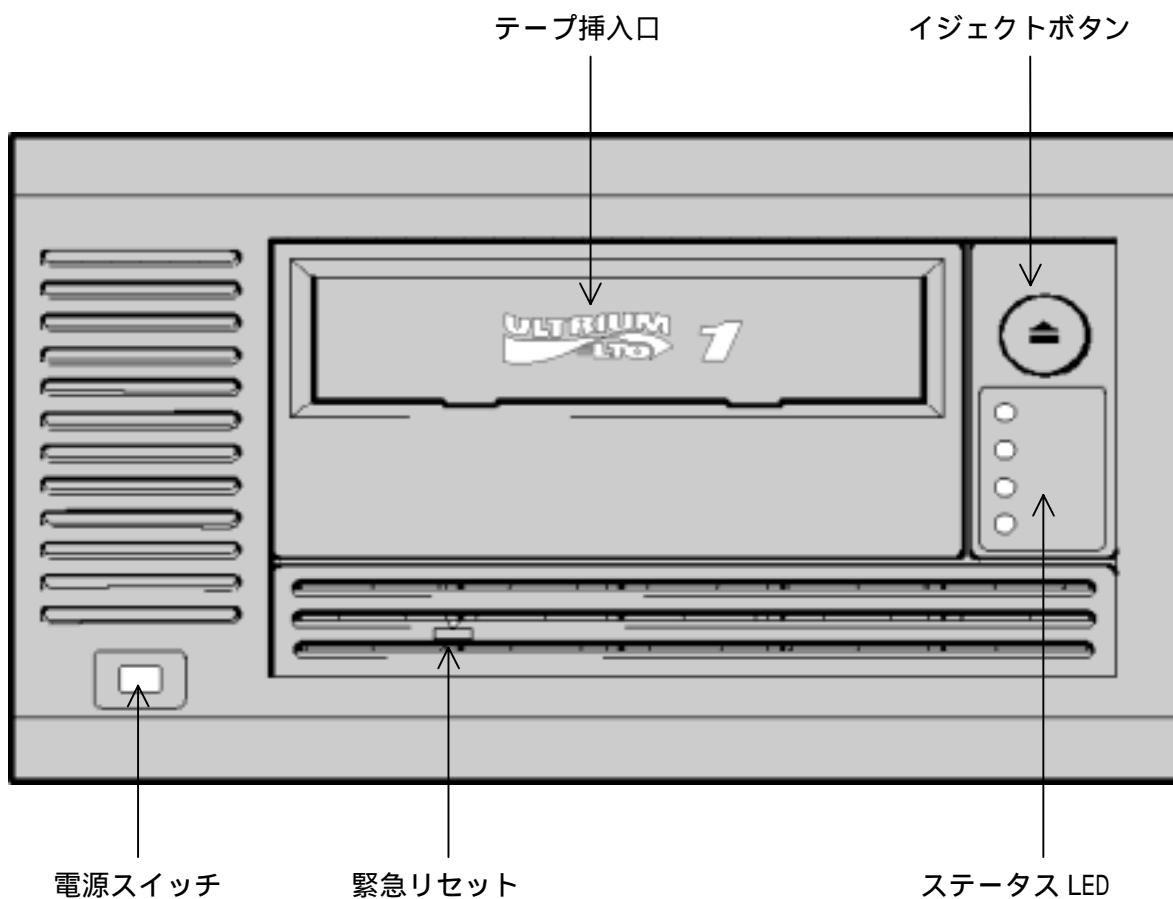
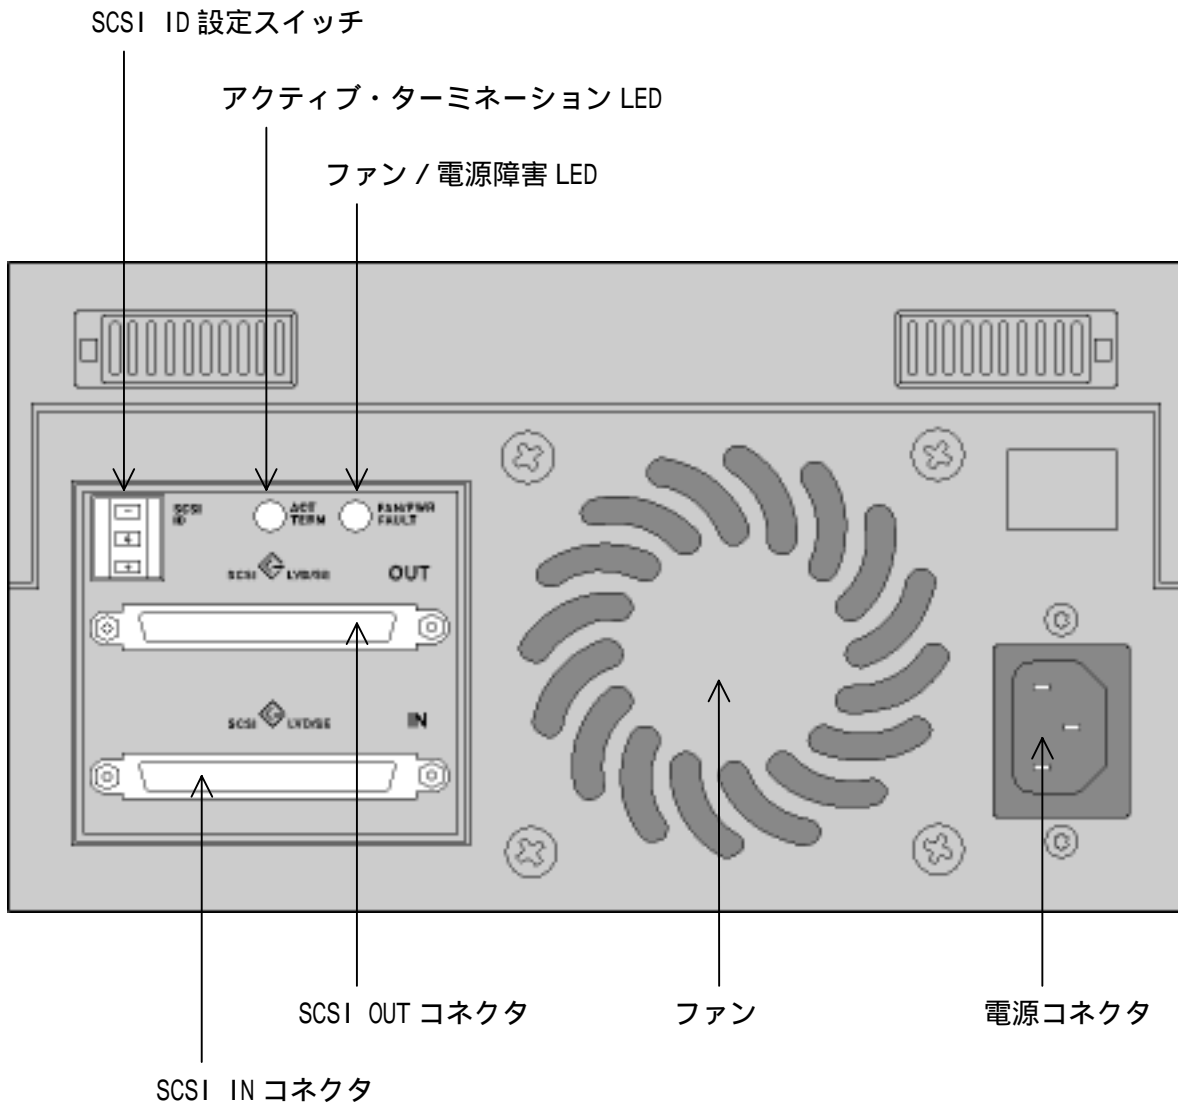

図 1.1 正面図
図 1.2 背面図
本製品の各部の名称を、図1.1 および図1.2 に示します。
(1) 前面の電源スイッチ（図1.1を参照）で本製品の電源をオフにします。
(2) 他のSCSI機器で使用していないSCSI IDを選び、背面のSCSI ID設定スイッチでその番号に設定します。